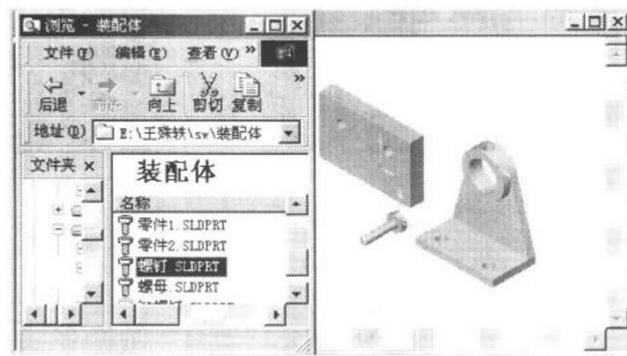

图1-6 用资源管理器导入零件之一
- (1) 打开Windows下的资源管理器，使它显示在最上层，而不被任何窗口所遮挡。
- (2) 找到有关零件所在的目录，拖动所要导入的零件（如螺钉）到SolidWorks的显示窗口的任意处，如图1-6所示。